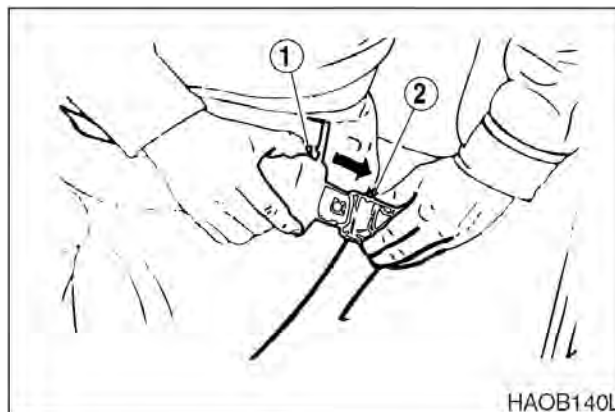

Рис. 102
Вставить конец ремня (1, рис. 102) в пряжку (2). Потянуть ремень, чтобы проверить фиксацию конца ремня в пряжке.